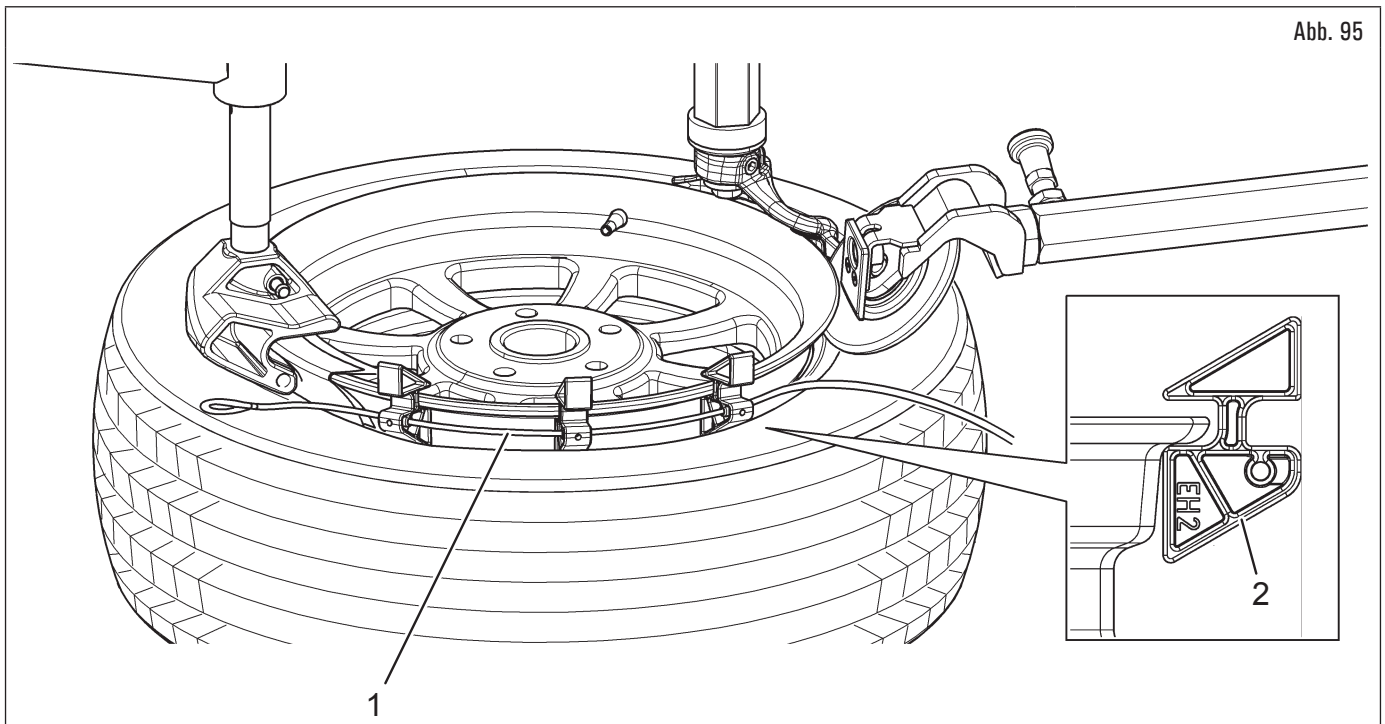

Abb. 95
12. drehen Sie die Spindel langsam im Uhrzeigersinn und setzen Sie die 3 Keile der Wulstniederdrückerverlängerung (Abb. 95 Pkt. 1) am Felgenrand zwischen der geneigten Wulstabdrücksscheibe und dem Keilwerkzeug ein, bei in regelmäßigem Abstand, mit der mit „EH2“ gekennzeichneten Seite (Abb. 95 Pkt. 2) nach unten gerichtet;